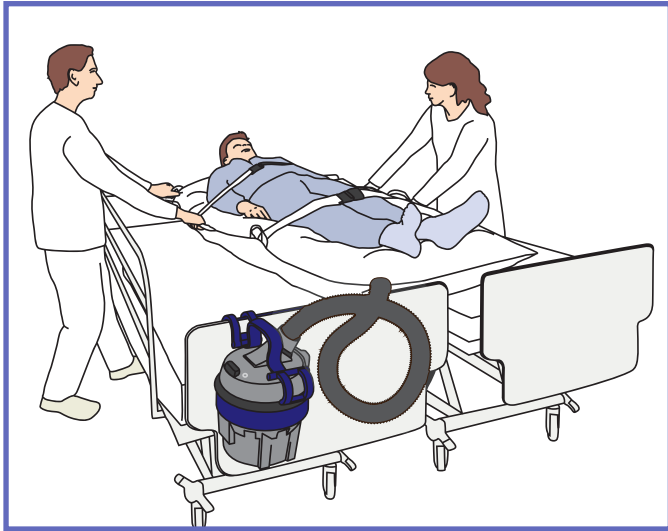

Fig. 16
- 13) **Destinationssiden:** Tilpas placeringen af *Maxi Air*-madrassen, når den er halvvejs inde over destinationsoverfladen, se "Fig. 16".